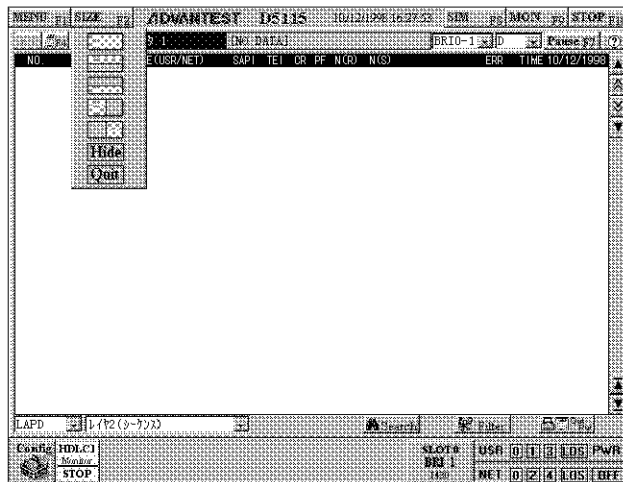

図 3-11 表示位置 / サイズ選択メニュー
1. **F2** を押して表示位置 / サイズ選択メニューを表示します。(図 3-11 を参照)
1. 表示位置 / サイズ選択領域 (画面最上段の左部に表示されている **F2** の領域) をクリックして表示位置 / サイズ選択メニューを表示します。(図 3-11 を参照)